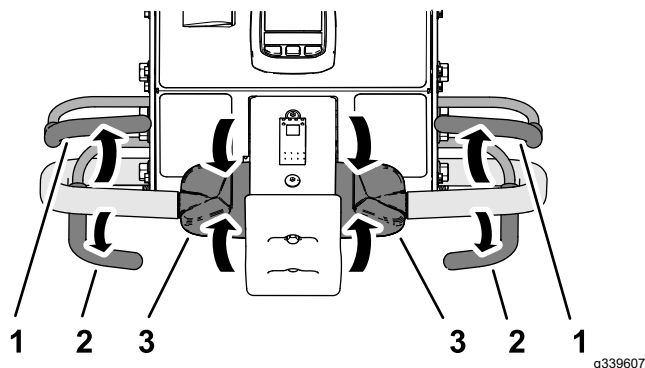

Рисунок 86
1. Если вы проводите аэрацию, отпустите штангу аэрации (Рисунок 86), чтобы поднять вал аэратора; см. Поднятие вала аэратора (страница 52).